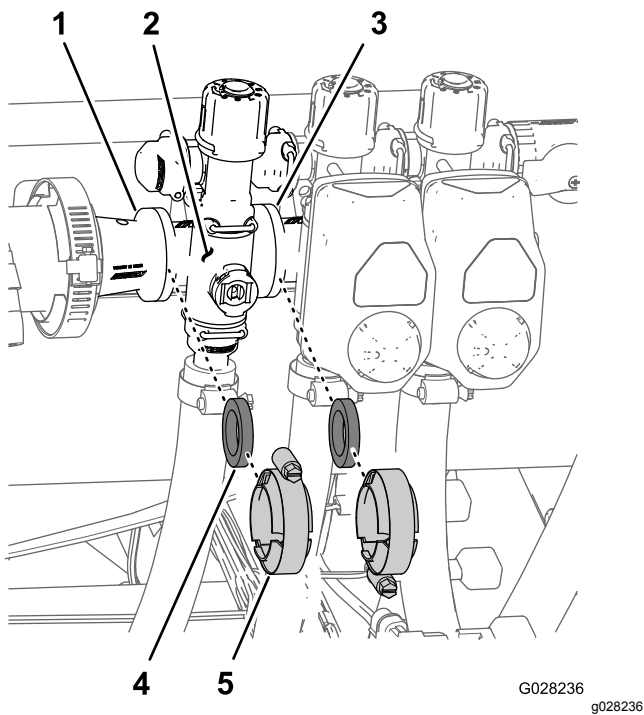

Figure 108
1. Déposez les colliers et les joints qui fixent le collecteur de la vanne de section (Figure 108) à la vanne de section adjacente (s'il s'agit de la vanne de section gauche, et accouplement réducteur.